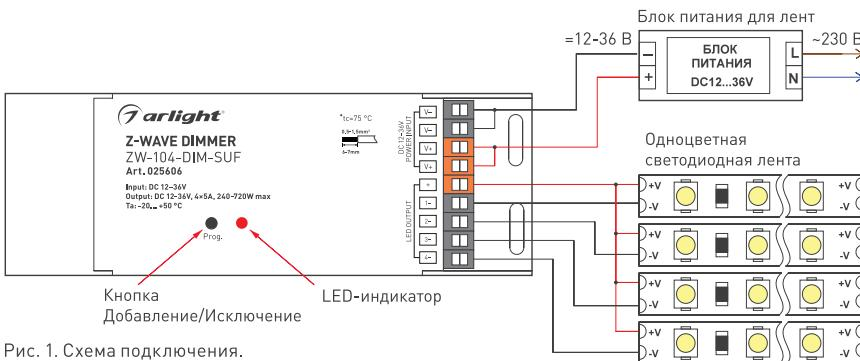

Рис. 1. Схема подключения.
- 3.3. Подключите светодиодную ленту или другой совместимый светодиодный источник света к выходу **LED OUTPUT** диммера, соблюдая полярность и порядок подключения проводов [Рисунок 1].